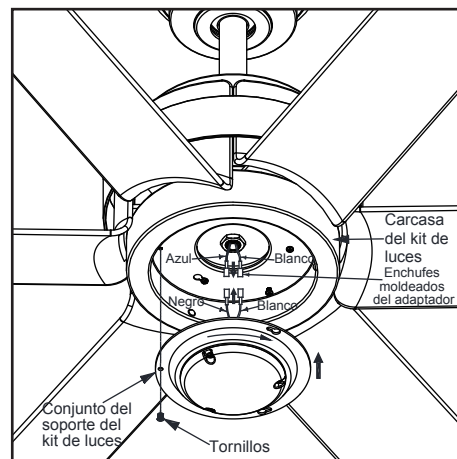

Figura 18
4. Empuja el conjunto del soporte del kit de luces hacia arriba de manera que las cabezas de los dos tornillos aflojados encajen en las ranuras tipo ojo de cerradura. Gira el conjunto del soporte kit de luces hacia la derecha y aprieta los tornillos. Vuelve a instalar el tornillo que retiraste en el paso 3 y apriétalo firmemente. (Figura 18)